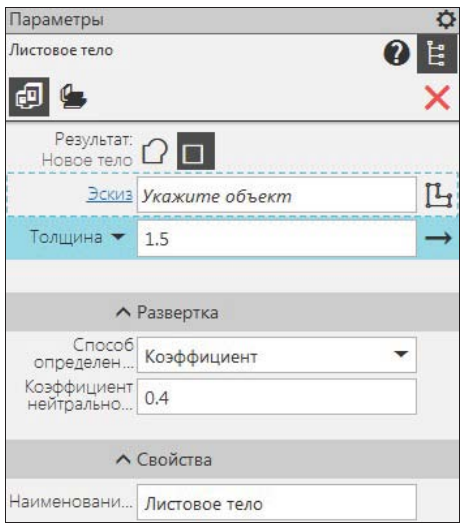

Рис. 29.4. Панель **Параметры: Листовое тело**
- ♦ на панели инструментов **Элементы листового тела** нажмите кнопку **Листовое тело**. Открывается панель **Параметры: Листовое тело** (рис. 29.4). В заголовке панели имеется еще одна команда **Пластина**. Ее применение будет рассмотрено далее. Параметры для ввода приведены в табл. 29.2;